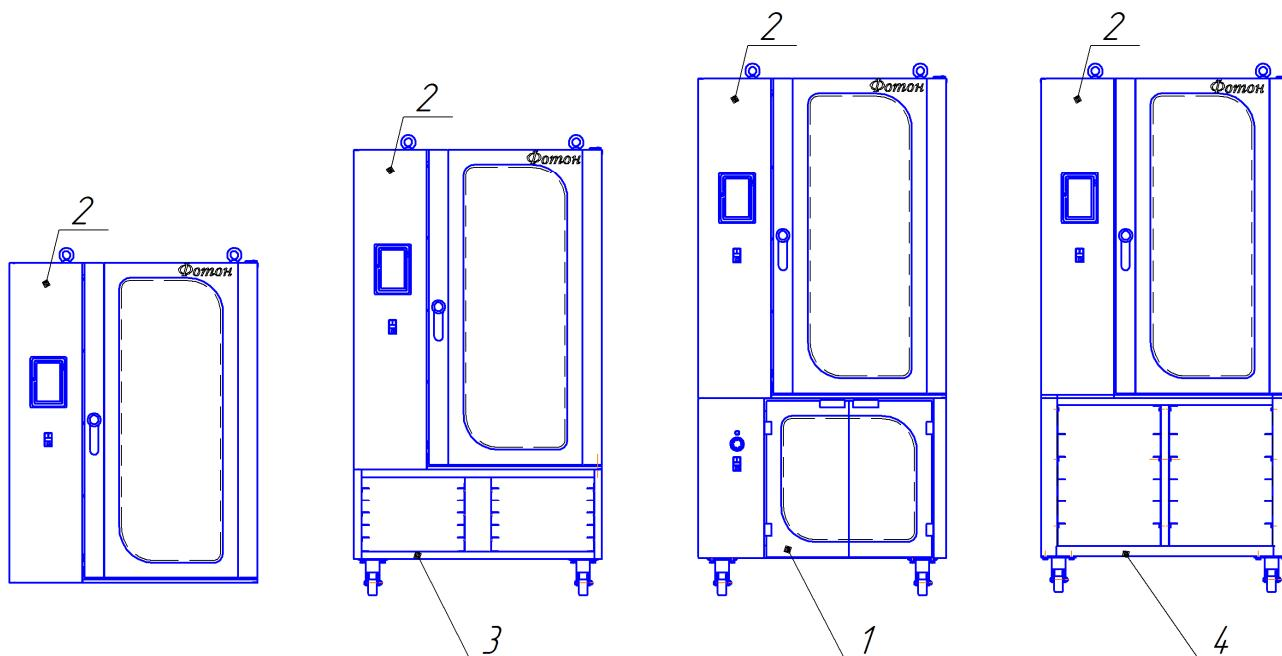

Рисунок 1 – Варианты использования печи
3.2. Печь устанавливается на шкаф расстойный «Бриз» 1,5 (далее по тексту - шкаф), который предназначен для расстойки тестовых заготовок и одновременно служит подставкой для печи, на подставку или на ножки (рис.1).